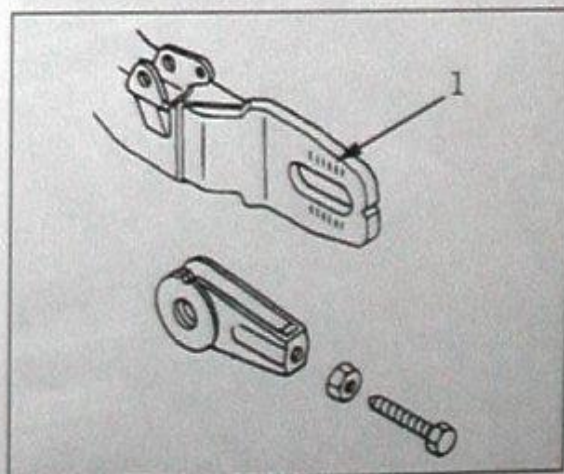

Bild 62
- Die Gegenmutter der Einstellschrauben auf beiden Seiten lockern und Einsteller jeweils um gleiche Anzahl von Umdrehungen weiterstellen, bis Riemen korrekte Spannung hat (Bild 62).
-  Darauf achten, dass Achse beidseitig an gleichen Ausrichtmarkierungen ansteht (Bild 62).
④ lockern.
- Gegenmutter ⑤ der Einstellmutter auf beiden Seiten lockern und Einsteller ⑥ jeweils um gleiche Anzahl von Umdrehungen weiterstellen, bis Kette korrekten Durchhang erreicht.
- ☑ Darauf achten, dass Achse beidseitig an gleichen Ausrichtmarkierungen ansteht (Bild 62).